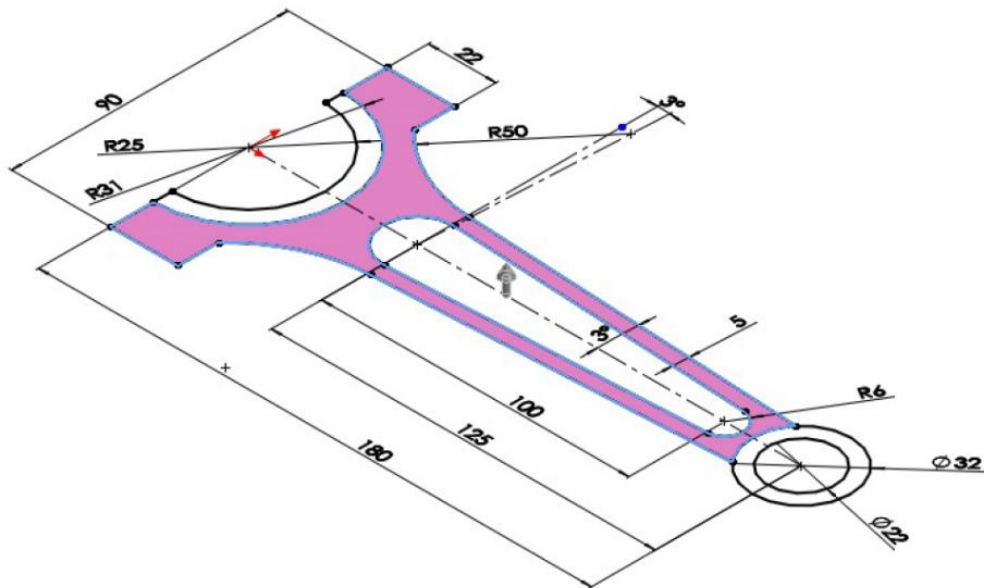

Рисунок 5.39 – Замкнений контур, вибраний для видавлювання
- б) Викличте інструмент **Extrude Boss/Base** (Видавлювання тіла) та видавіть вибраний контур (див. рис. 5.39 і 5.40).